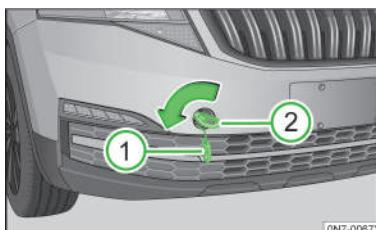

图 154
- 将牵引环朝箭头方向拧入螺纹孔内，直到限位位置» 图 154。
① 提示